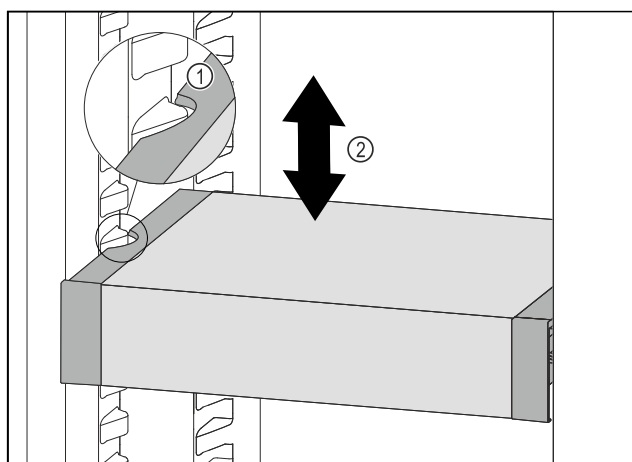

Fig. 108
- ▶ 向前移动 VarioSafe，直到 VarioSafe 两侧的凹槽与冷藏区中的容器肋梁持平。 Fig. 108 (1)
- ▶ 在冷藏区中向上或向下移动 VarioSafe，直至所需高度。 Fig. 108 (2)